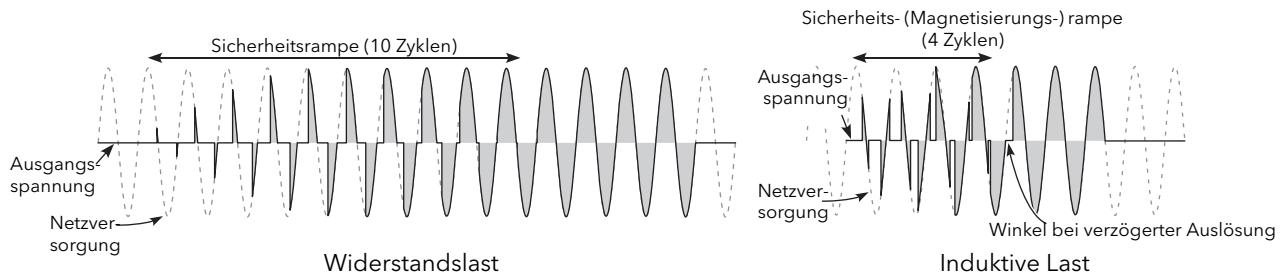

Abbildung 7.81: Beispiele für die Sicherheitsrampe (Impulsgruppenbetrieb)
- Safety Ramp** Zeigt die Dauer der Sicherheitsrampe in Netzspannungszyklen (0 bis 255) an, die beim Start angewendet wird. Die Rampe ist entweder eine Phasenanschnitt-Rampe von null zum verlangten Zielphasenanschnitt oder von 0 bis 100 % bei Impulsgruppenbetrieb. Siehe Abbildung 7.81. Für den Halbwellenbetrieb ist die Sicherheitsrampe nicht anwendbar.